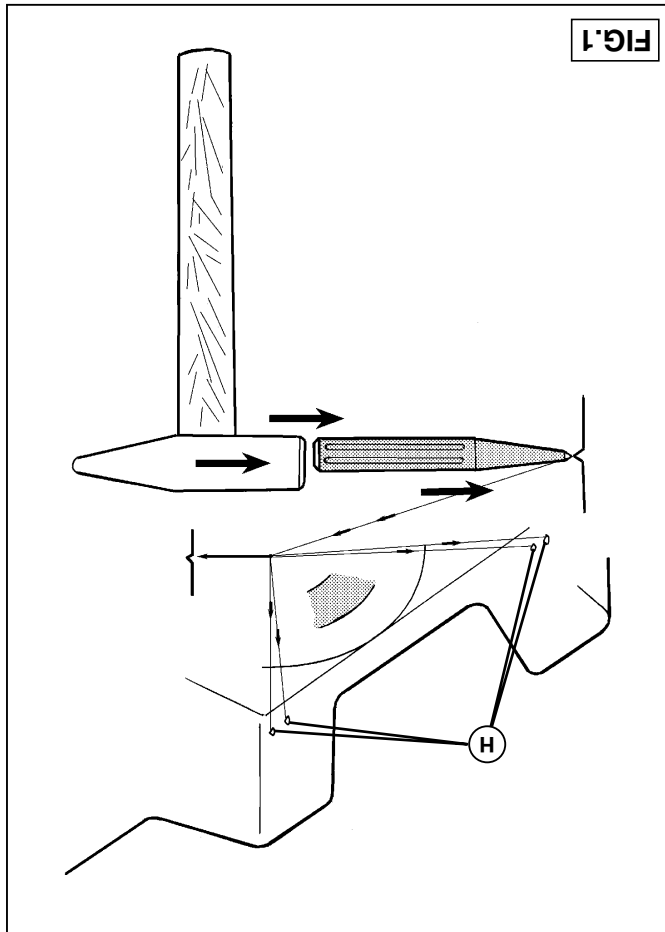

FIG.1
3. Breng de kontraplatten A en B aan om de deukjes t.p.v. de punten H in de achterwand te bepalen. Verwijder de kontraplatten A en B en sla de deukjes overeenkomstig fig.1 van buiten naar binnen. Boor vervolgens de gaten H (4x) ø15mm door de achterwand. Plaats de kontraplatten A en B inclusief afstandbussen en bouten overeenkomstig schets. Let op !! De lengtes van de afstandsbussen verschillen.
3. Die Gegenplatten A und B einsetzen, um die Einbuchungen bei den Punkten in der Rückwand zu bestimmen. Die Gegenplatten A und B wieder entfernen und die Einbuchungen gemäß Abb. 1 von außen nach innen schlagen. Anschließend die Löcher H (4 x Ø 15 mm) durch die Rückwand bohren. Die Gegenplatten A und B anschließend Distanz-
3. Position the backplates A and B to determine the indentations at points H in the rear panel. Remove backplates A and B and punch the indentations from outside to inside as shown in Figure 1. Then drill holes H (4x) Ø15 mm. through the back panel. Position backplates A and B with spacers and bolts as shown in the sketch. Take Care!! The lengths of the spacers differ.
- Positionner les contre-plaques A et B. afin de déterminer l'emplacement des encoches à l'emplacement des points H dans la paroi arrière. Retirer les contre-plaques A et B. et rabattre les encoches de l'extérieur vers l'intérieur conformément à la fig. 1. Percer ensuite les 4 trous H de 15mm à travers la paroi arrière. Positionner les contre-plaques A et B. avec les entretoises et les boulons conformément au croquis. Attention ! Les longueurs des entretoises sont variables.
3. Posizionare le contropiastre A e B per determinare la posizione delle fosse sul pannello posteriore, a livello dei punti H. Rimuovere le contropiastre A e B martellare le fosse dall'esterno verso l'interno, come indicato in fig.1. Quindi, praticare i fori H (4x) - 15 mm attraverso il pannello posteriore. Montare le contropiastre A e B, complete di bussole e bulloni, come indicato nel disegno. Attenzione!! La lunghezza delle bussole è variabile.
3. Anbringen motörkorkerna A och B för att lokalisera groparna vid punkterna H i bakväggen. Avlägsna motörkorkerna A och B och slå groparna utifrån inåt enligt fig. 1. Borra sedan hålen H (4x) - 15mm genom bakväggen. Placera motörkorkerna A och B inklusive distansbussningar och skivgen. Placera motörkorkerna A och B inklusive distansbussningarna har olika längd.
2. Placera motörkorkerna A och B på golvlådan enligt skissen. Platserna för denna och befinner sig ovanför chassits högra och vänstra del. Kontrollera detta med hjälp av motörkorkerna A och B. Borra sedan hålen C och D i bakväggen. Avlägsna motörkorkerna A och B för att lokalisera groparna vid punkterna H i bakväggen. Avlägsna motörkorkerna A och B och slå groparna utifrån inåt enligt fig. 1. Borra sedan hålen H (4x) - 15mm genom bakväggen. Placera motörkorkerna A och B inklusive distansbussningar och skivgen. Placera motörkorkerna A och B inklusive distansbussningarna har olika längd.